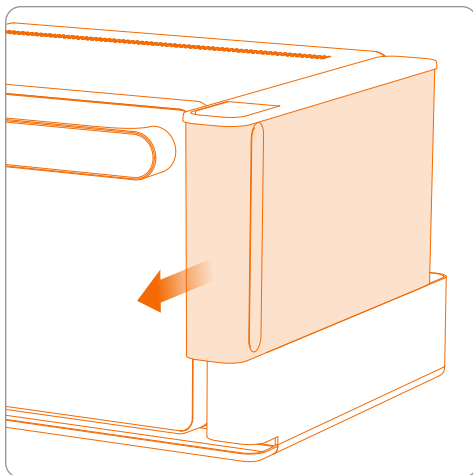

Abbildung 1: Wassertank entfernen
1. Entfernen Sie den Wassertank, indem Sie ihn, wie in Abb. 1 dargestellt, nach außen schieben.